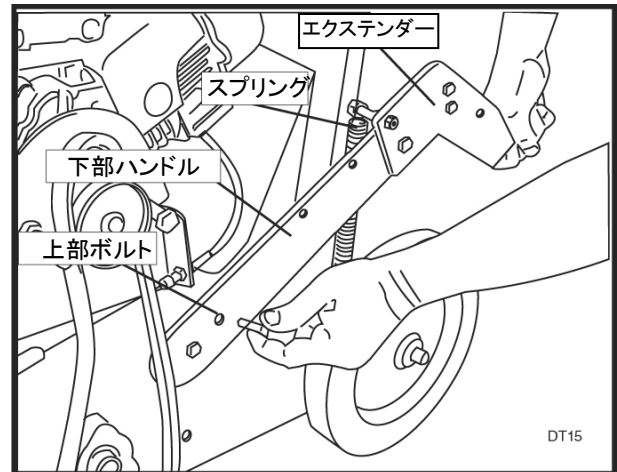

図 8
19. 下部ハンドルから上部ボルトを取り外し、ハンドルを地面の方に回します。付属の金具を使用して、スプリングをエクステンダーに取り付けます。ハンドルを元の位置に回してスプリングを伸ばし、下部ハンドルに 3/8 インチボルトを取り付けます。反対側も同様に作業します。図 8 を参照してください。